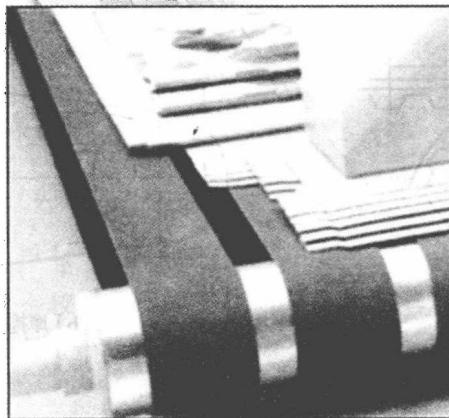

图 1—13 平带传动
(2) 多楔带 多楔带是在平带基体上由多根 V 带组成的传动带，可传递很大的功率，如图 1—14 所示。